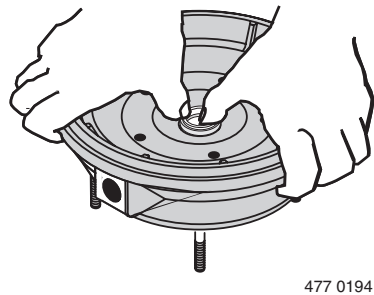

Figure 24 – Pour enfoncer le joint neuf
- Poser une rondelle en carton propre sur le joint. Avec la pression des pouces, pousser fermement et d'équerre la moitié du joint en céramique dans sa cavité (se reporter à la Figure 24). La face polie du joint en céramique doit être orientée vers le haut. Si le joint ne repose pas adéquatement, le déposer, puis le poser sur un établi en orientant sa **face vers le haut**. Renettoyer la cavité. Le joint doit maintenant reposer adéquatement.